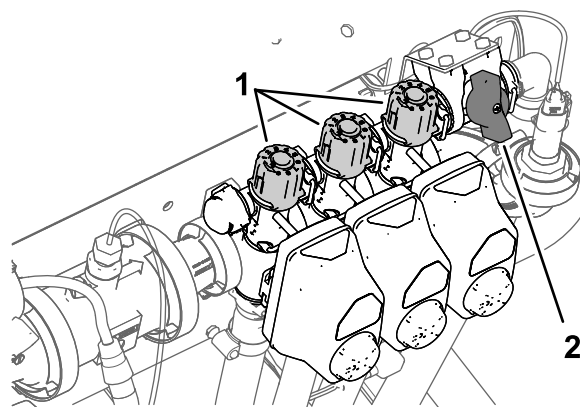

Figura 39
- Disattivate l'interruttore della sezione sinistra e regolate la manopola di bypass della sezione (Figura 39) fino a quando il volume visualizzato non corrisponde al livello precedente in base alla tabella.
11. Regolate la manopola di bypass della sezione destra (Figura 39) fino a quando il volume visualizzato non corrisponde al livello precedente in base alla tabella.
13. Regolate la manopola di bypass della sezione centrale (Figura 39) fino a quando il volume visualizzato non corrisponde al livello precedente in base alla tabella.